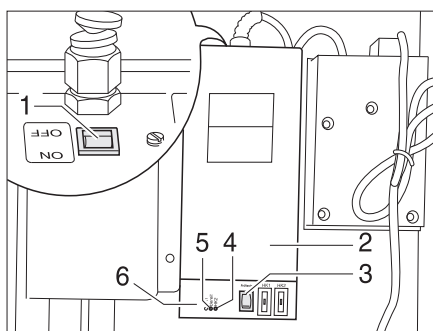

Fig. 117 Transformador con aparato regulador
Según el modelo, el transformador de 230 V AC/12 V DC (Fig. 117,2) estará instalado en el armario ropero o en el baúl del grupo de asientos.
- La luz de control (Fig. 117,5) se enciende de color verde: Regulación en funcionamiento
- Las luces de control (Fig. 117,4 y 6) se encienden rojas: Las tuberías de aguas residuales se calientan
La carcasa tiene un pulsador de prueba (Fig. 117,3) integrado con el cual se puede poner en funcionamiento brevemente el aparato regulador. Presionando el pulsador de prueba se puede comprobar el funcionamiento del calentamiento aún cuando la temperatura ambiente sobrepase los 5 °C.
- Poner el interruptor (Fig. 117,1) en el transformador (Fig. 117,2) en "ON".
- Poner el interruptor (Fig. 117,1) en el transformador (Fig. 117,2) en "OFF".